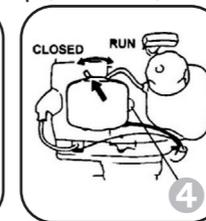

Рисунок 6.2.1.
2. Несколько раз нажать на топливный праймер (4), чтобы топливо потекло через обратную трубку. (При наличии подобного оснащения) (Рис.6.2.1.)